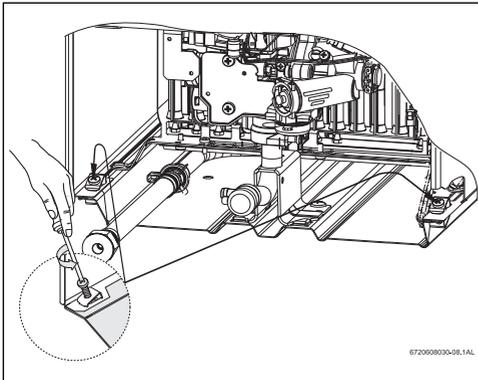

Fig. 6 Retire la cubierta frontal
- Desenrosque los tornillos a cargo de fijar la cubierta (→ Fig. 6).